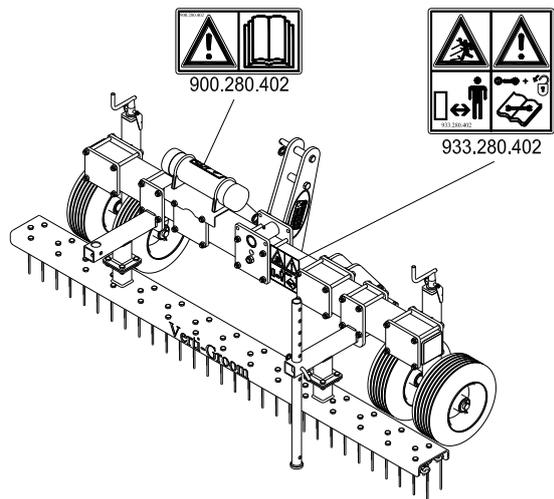

Fig. 5
Sui due lati della Verti-Groom (Fig. 5) sono state apportate targhette avvertimento sulla sicurezza (Fig. 2, 3,4) il cui contenuto si richiama a quanto in precedenza menzionato in materia di sicurezza. Le targhette devono rimanere sempre ben in vista e leggibili e andranno sostituite immediatamente in caso di danneggiamento.
(7) Ubicazione delle targhette autoadesive di sicurezza. (Fig. 5)